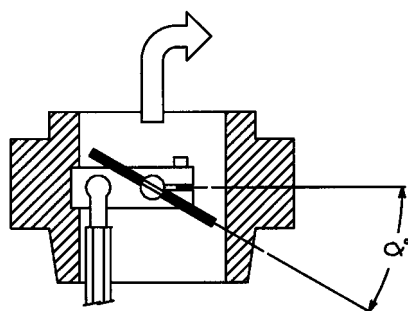
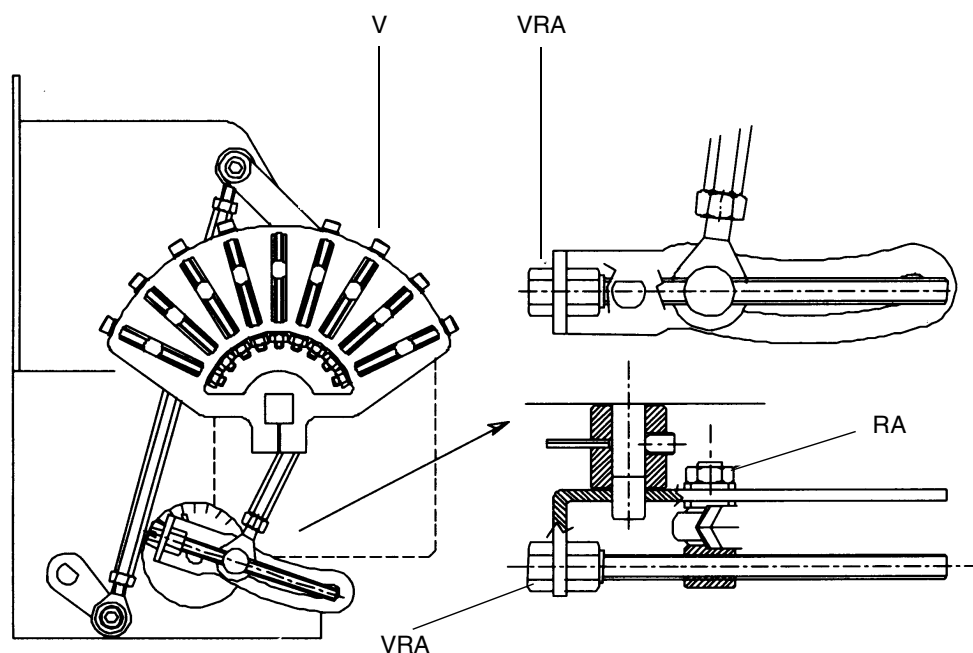

Fig. 49
Fig. 50
Per regolare la portata dell'aria (Fig. 50) allentare la vite RA e ruotare la vite VRA (la rotazione oraria aumenta la portata dell'aria, quella antioraria la diminuisce) fino ad ottenere la portata richiesta.
- 3 Regolare la portata di gas in bassa fiamma (stessa posizione della fiamma di accensione), agendo sulle viti regolabili V (vedi Fig. 50) per cambiare l'angolo di apertura della valvola a farfalla (Fig. 49), ruotare in senso orario per aumentare la portata gas, in senso antiorario per diminuirla.